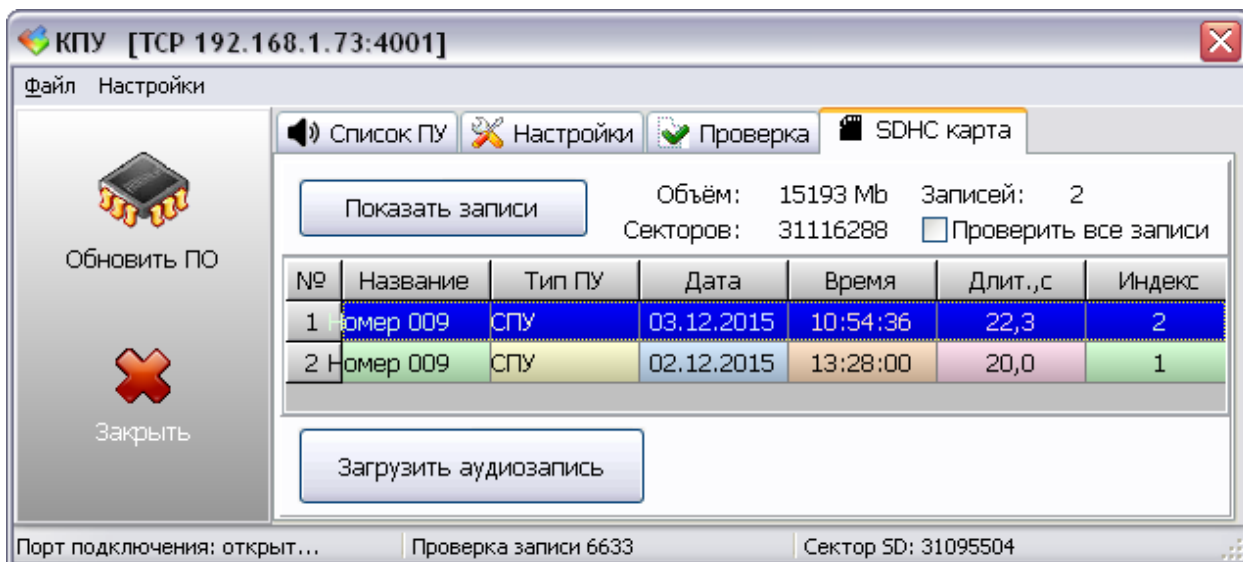

Рисунок 20 – Вкладка «SDHC карта»
14.2.11 Вкладка «SDHC карта» (рисунок 20) предназначена для просмотра записей переговоров машиниста, сохраненных на флеш-карте памяти КПУ.